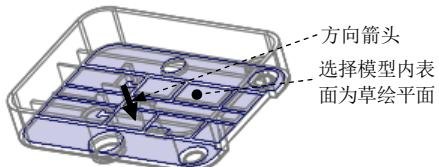

图 20.12 定义草绘平面
(1) 单击 **分型面** 操控板 **曲面设计** ▾ 区域中的“填充”按钮 ，此时系统弹出“填充”操控板。
(2) 定义草绘截面放置属性。右击，从弹出的菜单中选择 **定义内部草绘...** 命令；选择图 20.12 所示的模型内表面为草绘平面，接受图 20.12 中默认的箭头方向为草绘视图方向，然后选取 MOLD_FRONT 基准平面为参考平面，方向为 **右**，单击 **草绘** 按钮，进入草绘环境。